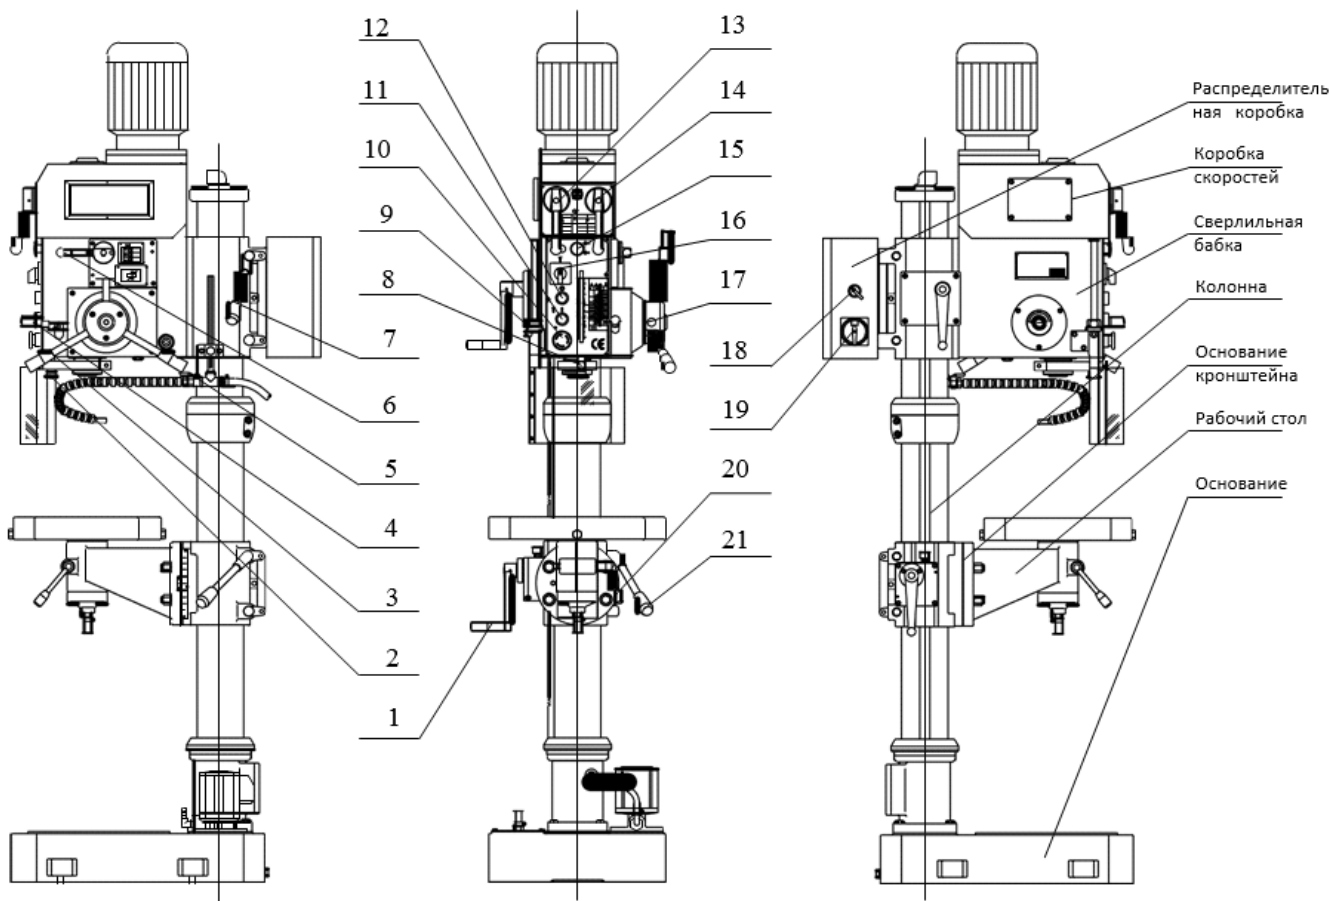

Рис.1
Для включения станка переведите главный выключатель (19, рис.1) в положение «ON».
Включите вращение шпинделя, нажав на кнопку (11, рис.1)
Пользуясь таблицей, расположенной на передней части сверлильной головки, выберите необходимую скорость и установите требуемые положения ручек (13, 14, 16, рис.1)
Ручная подача: На сверлильной бабке справа расположены три рычага подачи (3, рис.1) с двумя положениями. Переведите любой из трёх рычагов влево и опустите вниз.
Выберите нужную скорость автоподачи по табличным данным на передней части сверлильной головки, и установите ручки (13, 14, 16, 6) в требуемое положение. Переведите рычаг подачи (3, рис.1) в правое положение, при этом рычаг (4, рис.1) автоматически поднимется вверх, включится автоподача. Для остановки подачи нажмите рычаг (4, рис.1) до появления звука щелчка, после этого ручки (3, рис.1) автоматически вернуться в левое боковое положение, и подача шпинделя остановится.
Для серийного производства необходимо задать глубину сверления. Для этого существует шкала спереди сверлильной бабки. Ослабьте винт с накаткой (8, рис.1) поворотом рукоятки (2, рис.1), перемещением шкалы задайте нужную глубину, затяните винт (8). Теперь глубина сверления задана.
Поверните рычаг подачи (3) и приблизьте метчик к заготовке. (Рычаг должен быть в левом положении ручной подачи. Нажмите на блокиратор автоподачи (17, рис.1) для
Остановить станок можно, нажав на кнопку (12, рис.1). Если требуется аварийная остановка при работе, нажмите кнопку аварийной остановки (10, рис.1), что приведёт к отключению станка.
Станок оснащён устройством быстрой смены режущего инструмента, управляемым рукояткой (15, рис.1). Надавите рукоятку (15) в направлении сверлильной бабки, если требуется установка режущего инструмента. При снятии инструмента надо немного выкатить пиноль, вытянуть рукоятку (15), и, придерживая режущий инструмент левой рукой, поднимите пиноль, инструмент выпадет вниз.